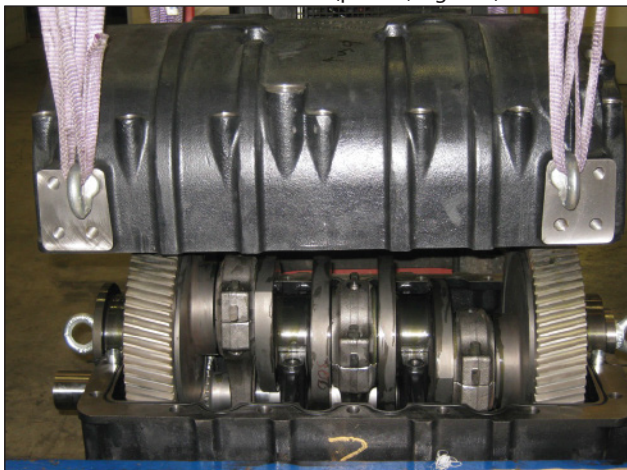
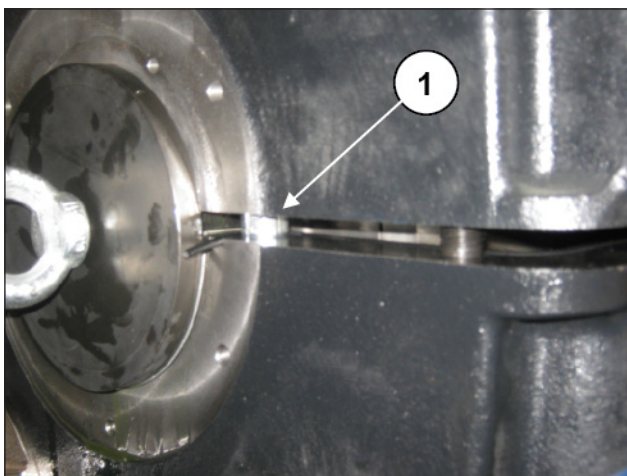

Fig. 110
Fig. 111
Montare il carter posteriore (Fig. 110) verificando il centraggio sulle bussole del carter anteriore (pos. ①, Fig. 110).
Serrare il carter posteriore mediante le 22 viti M16 (pos. ①, Fig. 110) come indicato nello schema in Fig. 111. Tarare le viti con chiave dinamometrica come indicato nel paragrafo 3.